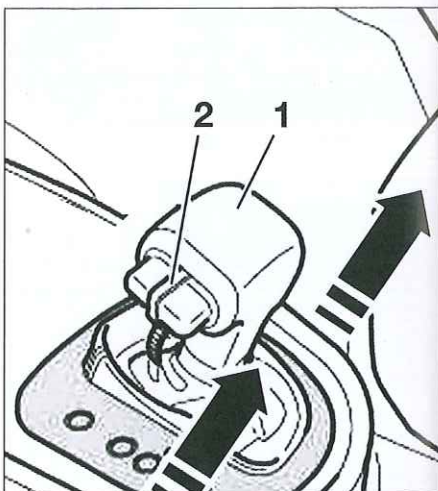

Fig. 26
- Tirar con precaución del botón (2) fuera del pomo de palanca (1) hasta que sea posible introducir una abrazadera plástica entre el botón y el pomo de la palanca de selector.
- Desmontar la tapa con el dispositivo de guía hacia arriba (Fig.26).